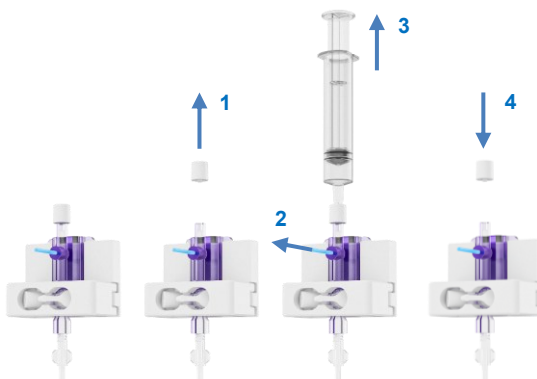

Figure 22 Dégazage du capteur de pression
- Remettez le bouchon blanc sur l'oxygénateur (Figure 22).
- Enlevez le bouchon sur le capteur de pression et insérez une seringue stérile sur l'orifice ouvert (Figure 22 ; étape 1).
- Pour remplir la ligne de pression et éliminer l'air, tirez sur la languette bleue (Figure 22 ; étape 2) tout en aspirant avec la seringue (étape 3). Arrêtez une fois que l'air a été éliminé.
- Remettez le bouchon sur le capteur de pression (Figure 22 ; étape 4).